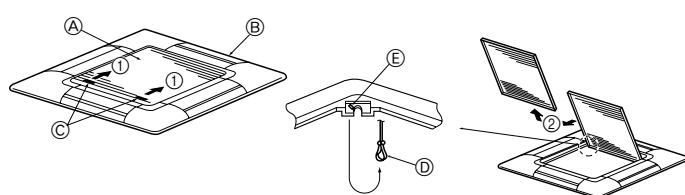

Fig. 5-3
5.2.1. Das Ansauggitter abnehmen (Fig. 5-3)
- Zum Öffnen des Ansauggitters die Hebel in die Richtung, die durch Pfeil ① gekennzeichnet ist, schieben.
- Das Scharnier des Ansauggitters bei geöffnetem Ansauggitter (Position "offen") vom Gitter wie durch Pfeil ② gekennzeichnet, abnehmen.